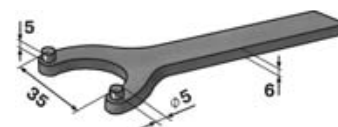

Рис. 7. Размеры ключа для снятия гайки резервуара амортизатора.
1. Закрепите амортизатор за нижнюю монтажную проушину в тисках, переместите поршень в верхнее положение. Затем ключом (рис. 7) отверните гайку резервуара.